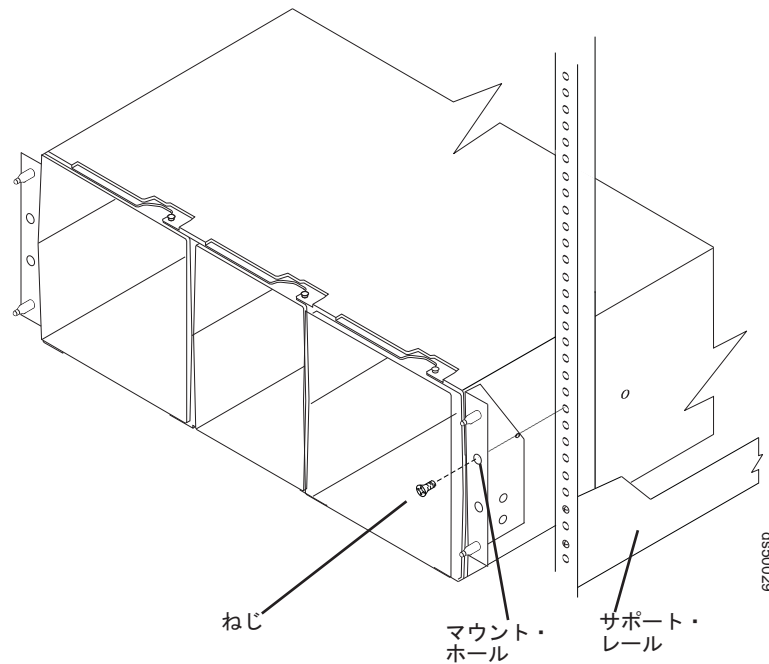

図 18. ラック・キャビネットへの DS5100 または DS5300 の固定
1. 空の DS5100 または DS5300 を発送ボックスから取り出し、ストレージ・サブシステムをキャビネットにセットします。56 ページの図 18 に、キャビネットおよびサポート・レールに対する空のストレージ・サブシステムの正しい方向を示します。
2. ストレージ・サブシステムをキャビネットに固定します。図 18 は、DS5100 または DS5300 をキャビネットの垂直部に固定する方法を示しています。